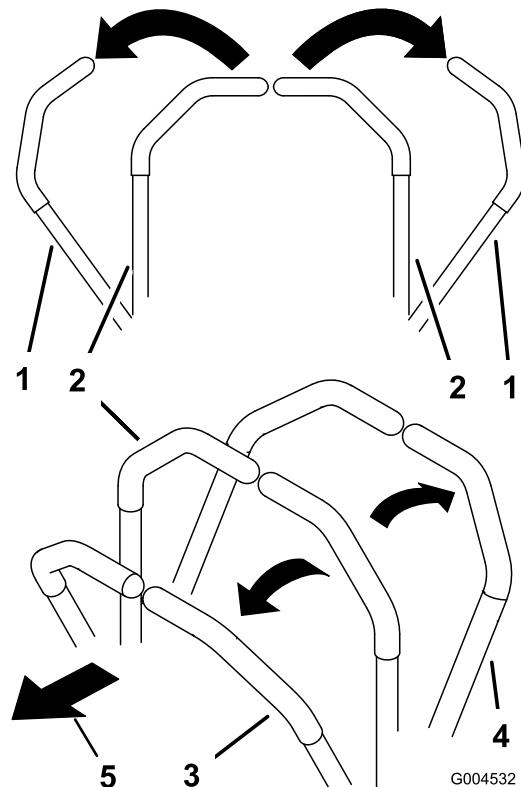

Bild 18
1. Schieben Sie die Fahrantriebshebel (Bild 18) aus der Neutralsperrstellung.
- Schieben Sie für das Vorwärtsgehen die Fahrantreibshebel langsam vorwärts (Bild 18).
- Ziehen Sie zum Rückwärtsgehen die Fahrantreibshebel langsam nach hinten (Bild 18).
- Zum Wenden, ziehen Sie beide Hebel nach hinten, um die Maschine zu verlangsamen; schieben Sie dann einen Hebel an der entgegengesetzten Seite zur Wenderichtung nach vorne (Bild 18).